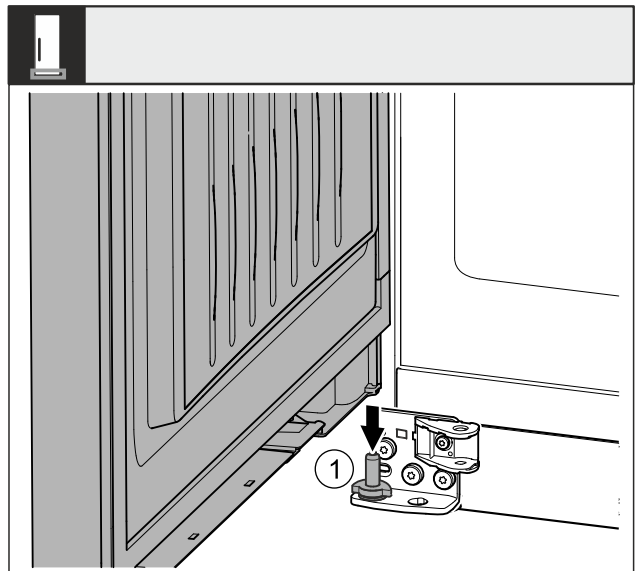

Fig. 43 *
- ▶ Deur van bovenaf op de onderste lagerbouten Fig. 43 (1) plaatsen.*